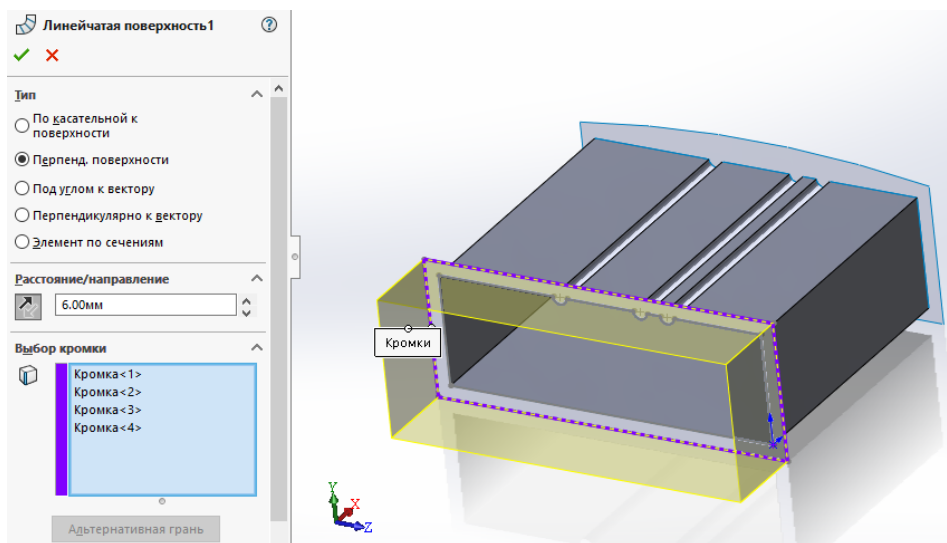

Рис. 11. Построение вытянутой поверхности
12. Создадим объемный элемент оболочки. Для этого нажимаем **Вытянутая поверхность** , выбираем необходимые кромки и задаем размер вытягивания  $A$  согласно варианту. После чего нажимаем галочку в верхней части панели  и получаем необходимый элемент оболочки (рис. 11).